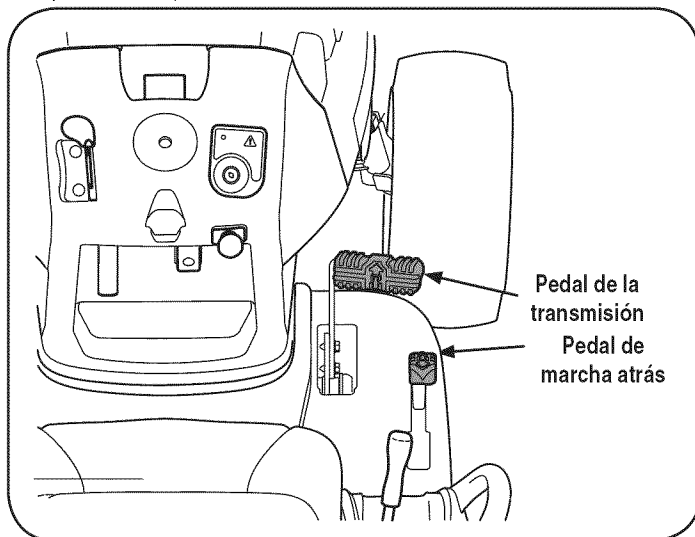

Figura 7
1. Para conducir hacia ADELANTE, presione suavemente el pedal de transmisión hacia adelante hasta alcanzar la velocidad deseada. Vea la Figura 7.
2. Para conducir MARCHA ATRÁS, verifique que el área de atrás esté despejada. Luego presione suavemente el pedal de marcha atrás con la parte anterior del pie (NO con el talón) hasta alcanzar la velocidad deseada. Vea la Figura 7.